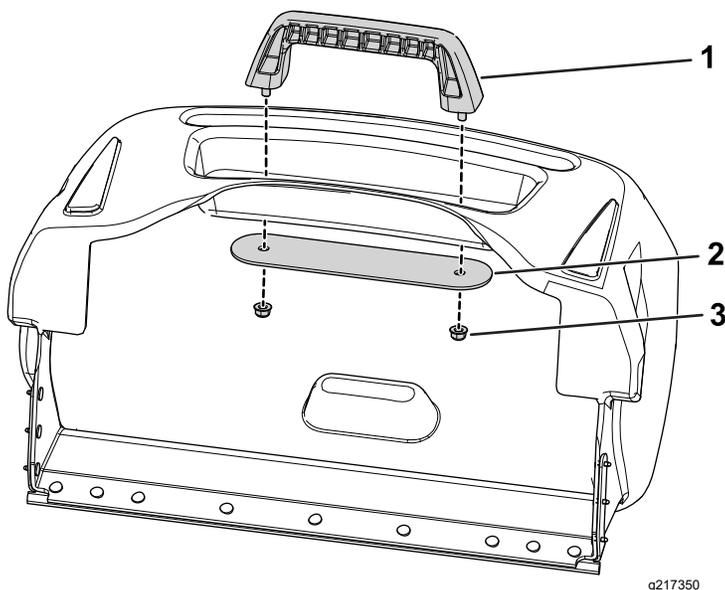

Рисунок 18
- Снимите компоненты ручки (ручку, опорную пластину и гайки) с травосборника (Рисунок 18).
- С помощью снятых ранее гаек установите ручку и опорную пластину на травосборник (Рисунок 18).